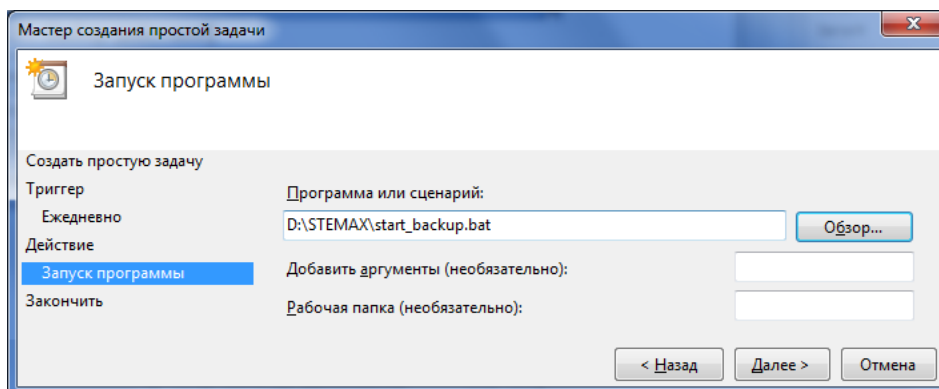

Рисунок 9.33 — Выбор командного файла
- В следующем окне нажмите кнопку *Обзор* и укажите путь к командному файлу, после чего нажмите кнопку *Далее* (см. рисунок 9.33).